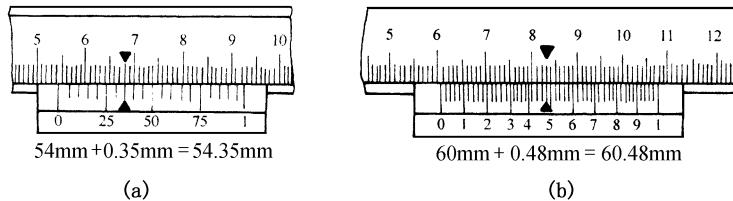

图 3-23 游标卡尺的读数方法
- ① 读出游标上要刻线左侧尺身上刻线的整毫米数。
- ② 辨识游标上从零刻线开始第几条刻线与尺身上某一条刻线对齐，其游标刻线数与卡尺精度的乘积即是读数的小数部分（即游标读数）。
- ③ 将两部分读数相加，即为测得的实际尺寸，如图 3-23 所示。